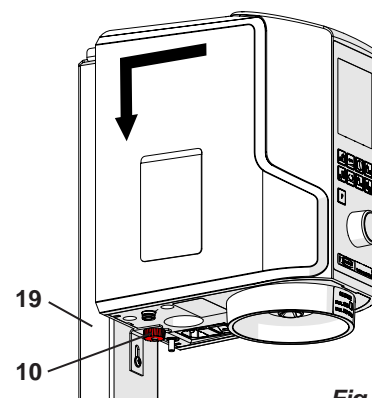

Fig. 3
- ⇒ Bloquer l'appareil au moyen d'un écrou moleté (10, Fig. 3).